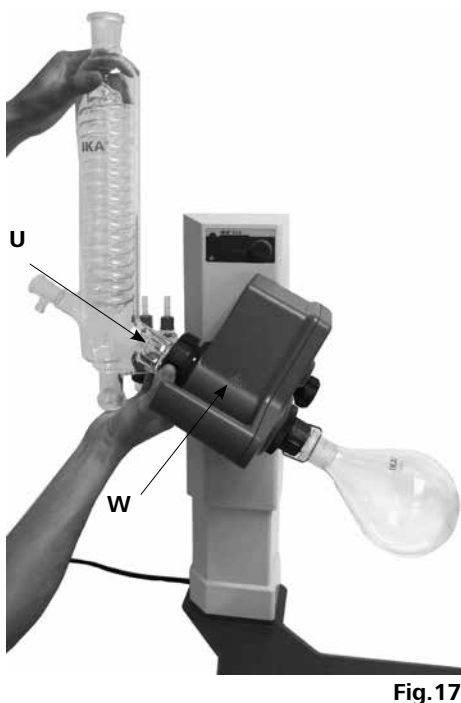

Fig.17
- 安装接管螺母在冷凝管上，随后将弹簧圈安装在冷凝管 (U) 的法兰上。
- 将冷凝管安装在旋转机构 (W) 上并手动拧紧螺母。(Fig.17)